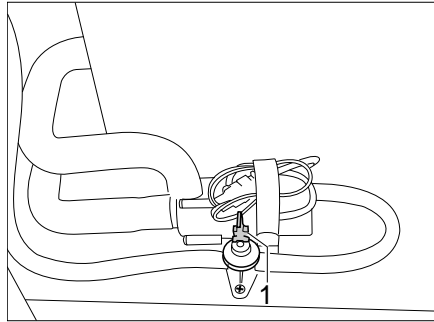

Bild 219 Ablasshahn
- Alle Ablasshähne schließen. Dazu den Kipphebel (Bild 219,1) waagrecht stellen.